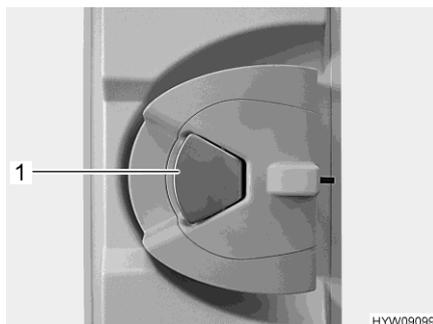

Fig. 37 Serratura della porta (porta del vano abitabile, lato interno)
- Quando la serratura della porta è bloccata: Tirare una volta la maniglia della porta (Fig. 37,1). La porta è sbloccata.
- Tirare la maniglia della porta (Fig. 37,1). La porta è aperta.
- Premere la maniglia della porta (Fig. 37,1).